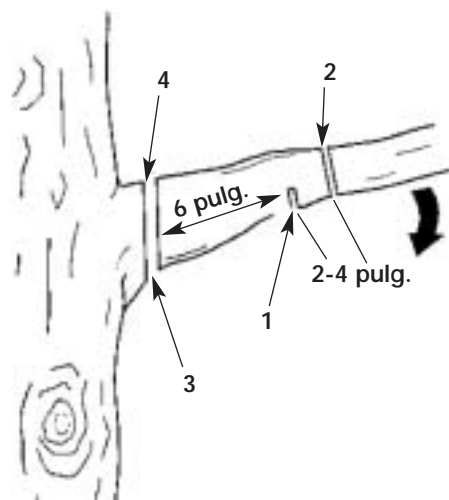

Fig. 7
1. Hacer el primer corte a unas 6 pulgadas de el tronco por debajo de la rama. Use la parte superior de la barra para hacer este corte. Corte 1/3 de diametro de la rama (Fig 7).